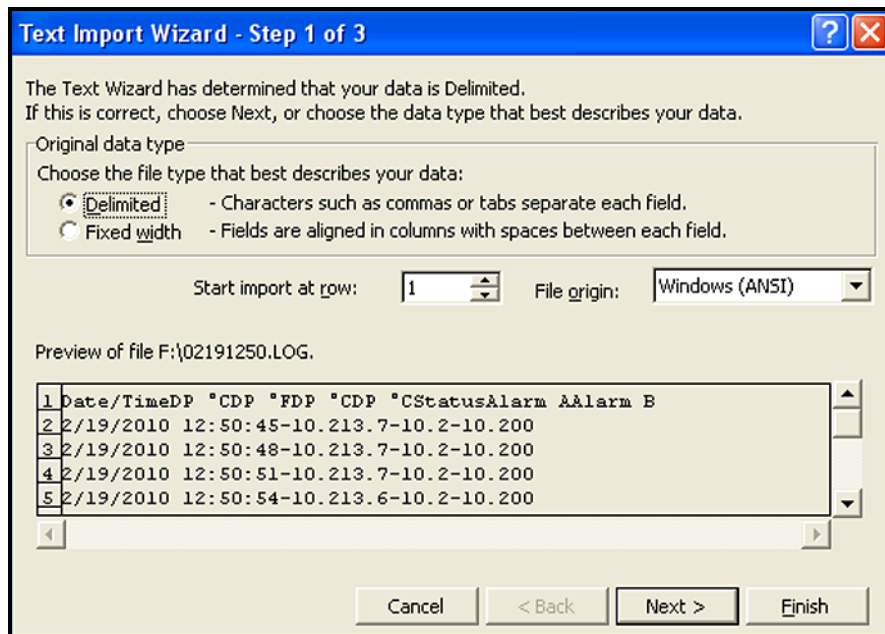

Рисунок 59: Мастер импорта Microsoft Excel - Шаг 1
1. Удостоверьтесь в том, что тип файла установлен на *"All Types"*, а затем откройте выбранный файл регистрации двойным щелчком по имени файла. Откроется окно, подобное тому, что изображено *Рисунок 59* ниже.